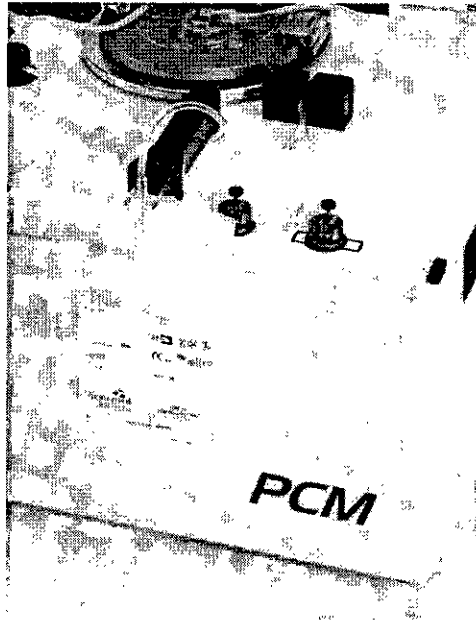

Figura 9.5
- Coloque la salida del tubo que viene del bowl centrífugo en la ranura en la parte superior del sensor de línea (Figura 9.5).